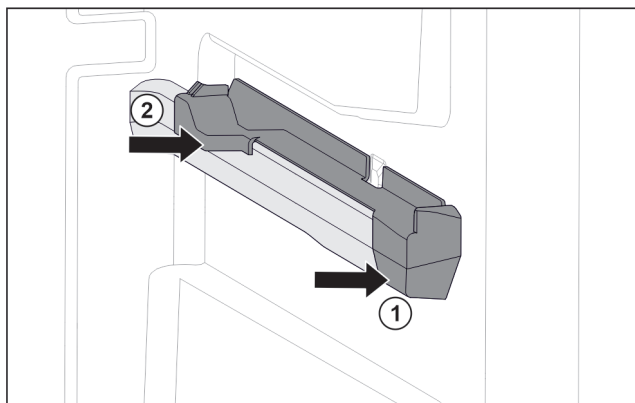

Fig. 115 Element nasadzany na prawym żebrze pojemnika
- ▶ Umieścić element nasadzany z przodu na żebrze pojemnika. Fig. 115 (1)
- ▶ Docisnąć element nasadzany z tyłu. Fig. 115 (2)